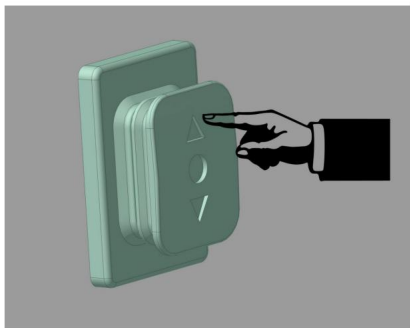

Figura E1
1. Premere e tenere premuto l'interruttore di controllo del filo per aprire o chiudere elettricamente la tenda parasole e rilasciare l'interruttore per fermarla. Quando la tenda parasole è completamente aperta o chiusa, il motore si fermerà automaticamente. (Figura E1)